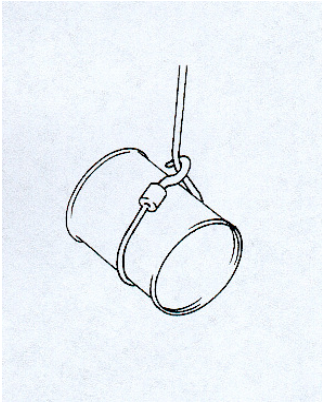

fig.89
- **MAI** usare la fune o la catena del paranco come imbracatura per il carico (fig.89).